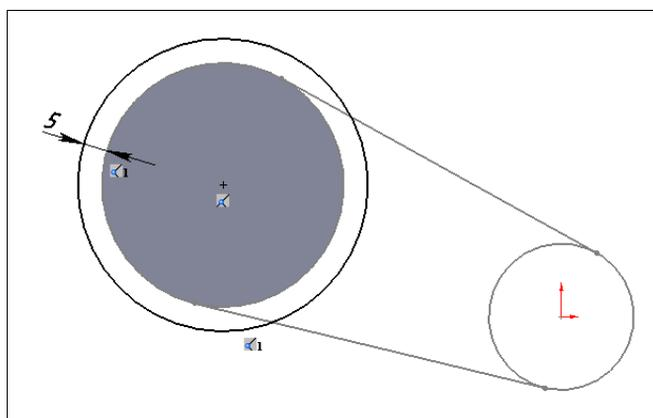

Рис. 6.68
- Теперь на новой детали оформим бурты для фиксации ремня. Для этого войдем в режим рисования эскиза на плоском торце заготовки шкива и нарисуем эскиз бурта, который представляет собой окружность, концентричную окружности заготовки шкива радиусом на 5 мм больше радиуса заготовки (рис. 6.68).